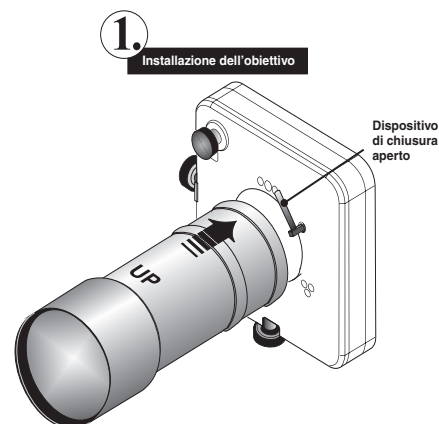

Figura 2-7 Aprire il dispositivo di chiusura dell'obiettivo e inserire l'obiettivo
2. Ruotare il dispositivo di chiusura dell'obiettivo sulla posizione "OPEN" (APERTO). Vedere **Figura 2-7**.